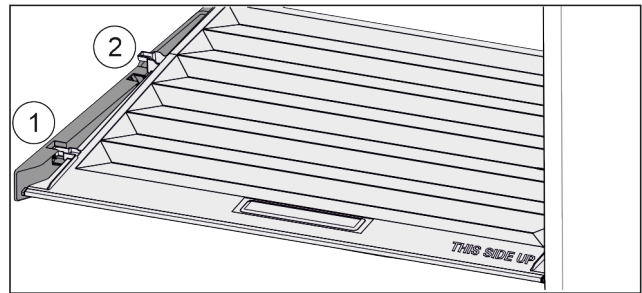

Fig. 93
- ▶ Deksel tot de opening in de vasthouddelen naar voren trekken Fig. 93 (1).
- ▶ Aan de achterkant vanaf de onderkant omhoog tillen en vanaf de bovenkant verwijderen Fig. 93 (2).